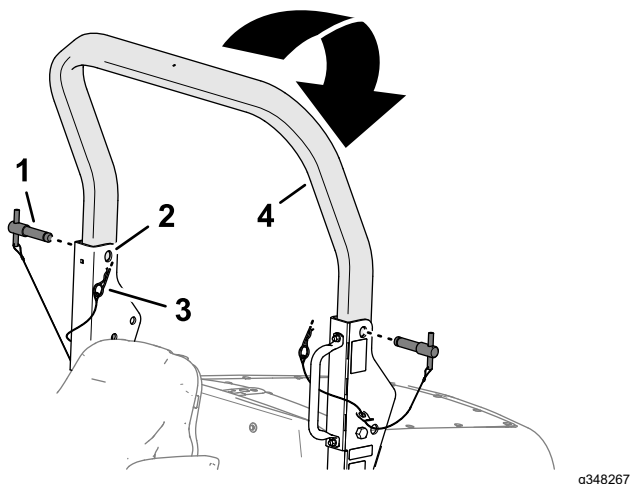

Figure 29
2. Retirez les goupilles fendues des axes de l'arceau de sécurité dans les supports de pivot du cadre (Figure 29).